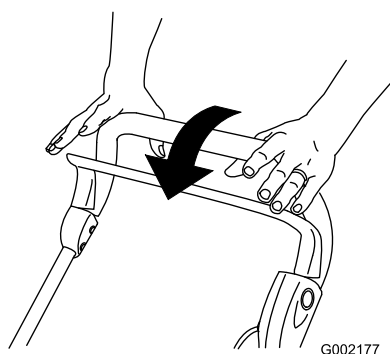

Figure 18
1. Relâchez la barre de commande (Figure 18).